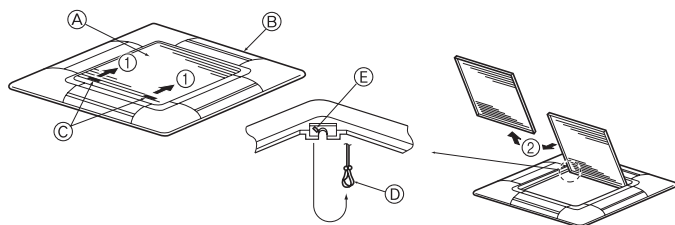
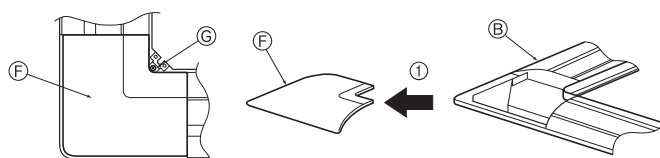

Fig. 5-3
Fig. 5-4
5.2.1. Rimozione della griglia di ingresso (Fig. 5-3)
- Far scorrere le leve nella direzione indicata dalla freccia ① per aprire la griglia di ingresso stessa.
- Con la griglia di ingresso in posizione "aperta", rimuovere la cerniera della griglia stessa, come indicato dalla freccia ②.
5.2.2. Rimozione del pannello angolare (Fig. 5-4)
- Rimuovere la vite dall'angolo del pannello angolare. Far scorrere il pannello angolare, secondo quanto indicato dalla freccia ① per rimuovere il pannello stesso.